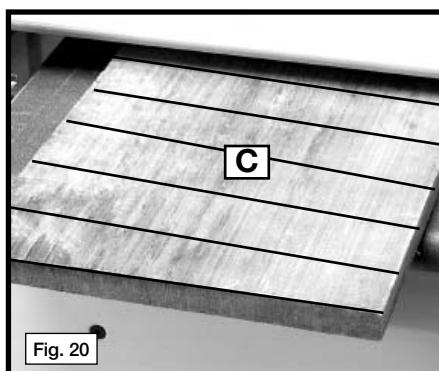

Fig. 20
- A. Para hacer una inspección rápida, dibuje líneas de lápiz (C) Fig. 20 que se extiendan por el ancho de la tabla en varios lugares a lo largo de la tabla. NO AJUSTE LA ALTURA DE LA MESA.